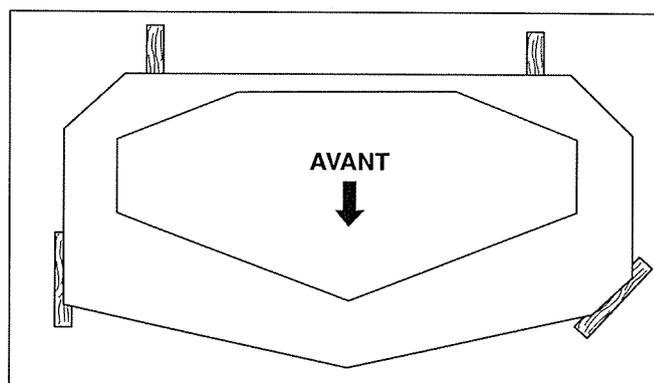

Figure 52. Emplacements des cales 2 x 4 (flèche indique l'avant du plateau de coupe)
3. Placer des cales 2 x 4 sous chaque coin du plateau de la tondeuse avec les côtés 8,9 cm (3-1/2") verticaux. Placer une entretoise de 0,64 cm (1/4") d'épaisseur sur les cales arrière 2 x 4. Voir figure 52.